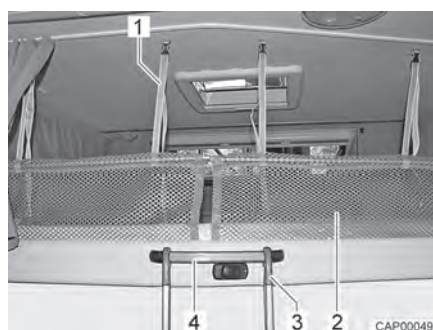

Fig. 77 Scaletta di accesso e rete protettiva
- Appendere la scaletta di accesso (Fig. 77,3) tramite entrambe le staffe della maniglia (Fig. 77,4) al letto basculante.
Le reti protettive (Fig. 77,2) con le cinghie di arresto sono sistemate sotto il materasso. Fissare le reti protettive soltanto dopo che le persone si sono stese sul letto basculante.
- Fare innestare le cinghie di arresto (Fig. 77,1) nei supporti sul soffitto.